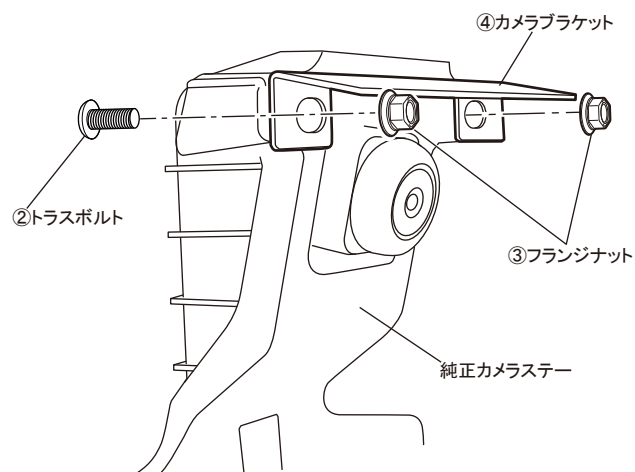

図9 カメラステー取付け
9. 図9を参照し、①フロントグリル裏面の両面テープ離型紙を剥がし、純正ビスを使用してカメラステー下側2箇所をラジエターグリルレインフォースメントに仮留めし、カメラの位置を確認した後、両面テープを④カメラブラケットに圧着し、純正ネジを本締めします。